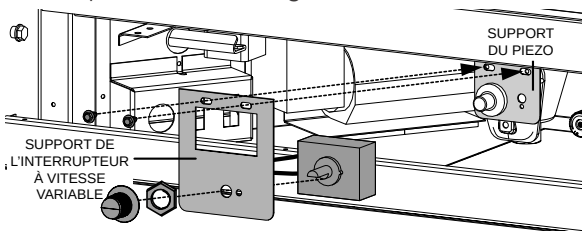

Fig. 3
H. Installez le support IVV puis fixer en place utilisant les deux vis précédemment enlever, Figure 3. Pour installer l'IVV le support de l'interrupteur à vitesse variable doivent être installés, enlever les deux vis du support du piezo.
I. L'interrupteur à vitesse variable (IVV) doivent être démonté pour fixer au support IVV pour l'installation. Placez l'IVV entre le support puis fixer utilisant le rondelle de blocage. Prenez le bouton de l'interrupteur et installez-le en position, voir la Figure 3.